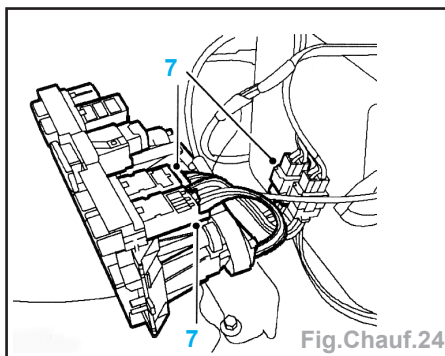

Fig.Chauf.24
- Débrancher les 3 fiches multibroches (7) des interrupteurs de climatisation d'air et du faisceau de chauffage (Fig.Chauf. 24).